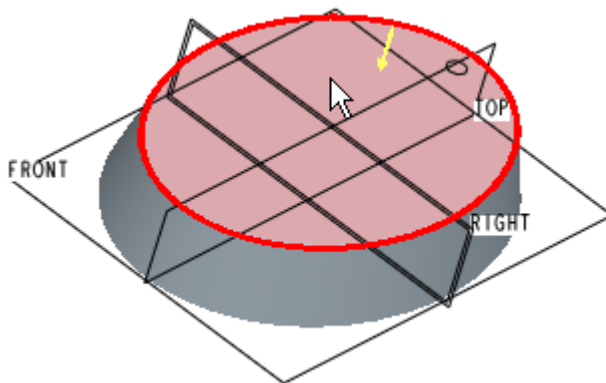

图 50-13
- (2) 单击按钮 ，打开【剖面】对话框，如图 50-13 所示选择模型的上端面为草绘平面，选择 RIGHT 基准面为视图方向参照。